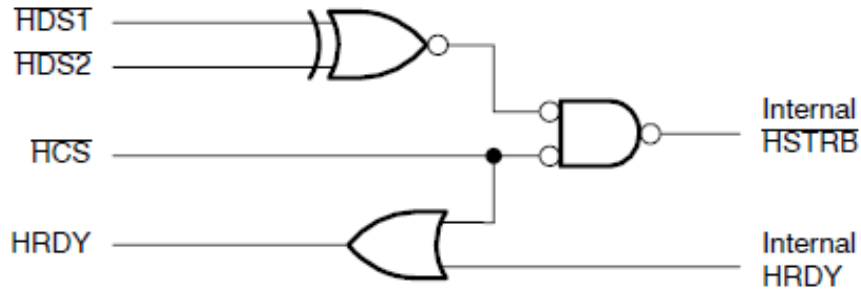

图 2 HSTROBE 信号产生逻辑
- HCS, HDS1/2：这三个信号根据图 2 的逻辑产生内部 HSTROBE 信号，其逻辑关系是要求 HDS1 和 HDS2 信号相反，HCS 低有效。HSTROB 下降沿的时间点反应的是三个信号中最后跳变的信号。HPI 在 HSTROB 的下降沿采样控制信号 HR/W, HCNTL0/1, HWIL 以判断主机要对哪个寄存器进行读，或者写操作命令。